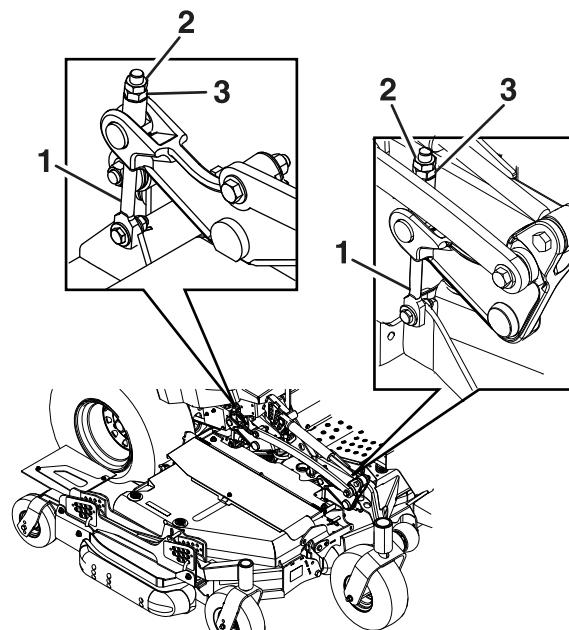

Figure 80
Desserrez les écrous de blocage au sommet de chaque dispositif de réglage du tablier. Ajustez précisément le dispositif de réglage du tablier avant en le tournant pour obtenir la hauteur correcte pour les pointes des lames avant gauche et droite du tablier central (Figure 80).
5. Si les 4 dispositifs de réglage du tablier (Figure 80) ne disposent pas d'un réglage suffisant pour produire la hauteur de coupe précise avec l'inclinaison souhaitée, vous pouvez utiliser le système monopoint pour obtenir un réglage supplémentaire.